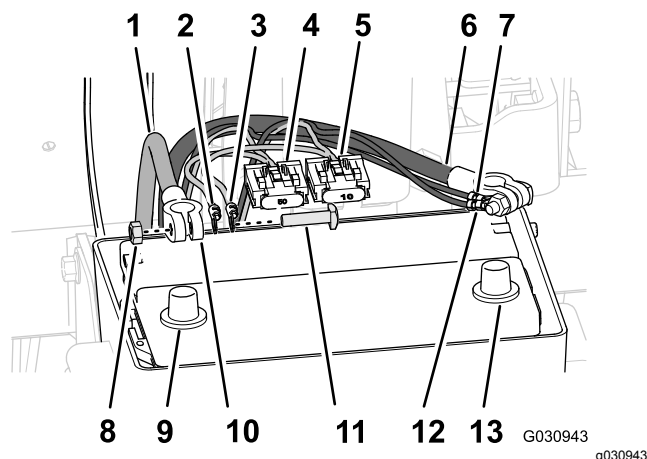

Figura 178
1. Disponete il terminale positivo (cavo rosso), il terminale negativo (cavo nero) e il portafusibili da 50 A del cablaggio preassemblato posteriore in alto tra la scatola della batteria e il telaio della macchina (Figura 178).
3. Rimuovete i bulloni a T e i dadi esagonali dai terminali dei cavi della batteria positivo e negativo (Figura 178).
4. Montate un bullone a T attraverso il terminale positivo (filo rosso) del cablaggio preassemblato posteriore, il terminale positivo del cablaggio elettrico di navigazione e il terminale del cavo positivo della batteria (Figura 178).
5. Fissate, senza serrarli, i terminali e il bullone a T con un dado esagonale (Figura 178).
6. Montate un bullone a T attraverso il terminale negativo (filo nero) del cablaggio preassemblato posteriore, il terminale negativo del cablaggio elettrico di navigazione e il terminale del cavo negativo della batteria (Figura 178).
7. Fissate, senza serrarli, i terminali e il bullone a T con un dado esagonale (Figura 178).